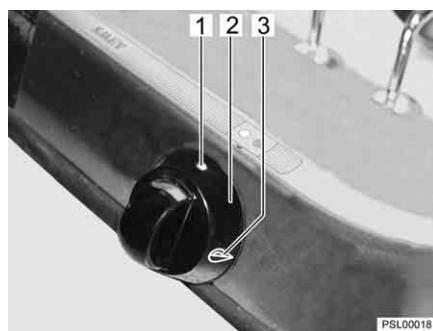

Fig. 55 Elementi di comando del fornello a gas
- Ruotare il pomello girevole (Fig. 55,2) degli apparecchi a fiamma libera desiderati in posizione accesa (fiamma alta, Fig. 55,3).
- Ruotare sulla posizione 0 (Fig. 55,1) il pomello girevole. La fiamma si spegne.